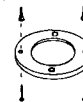
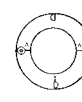

FIGURE 1
FIGURE 2
3. Une fois sélectionné le bon emplacement pour l'alarme, comme indiqué en Section 1, installez la plaque de fixation sur le plafond comme indiqué en Figure 1. Pour une fixation au mur, reportez-vous à la Figure 2. Placez la plaque de fixation sur le mur. Vérifiez que le texte «UP FOR WALL MOUNTING» et la flèche pointent vers le haut. Utilisez les vis et les fixations fournies pour fixer la plaque.
Pour remplacer la pile, démontez l'alarme de la plaque de fixation en la faisant pivoter dans le sens de la flèche OFF située sur le cache (voir Section 3, Figure 1).